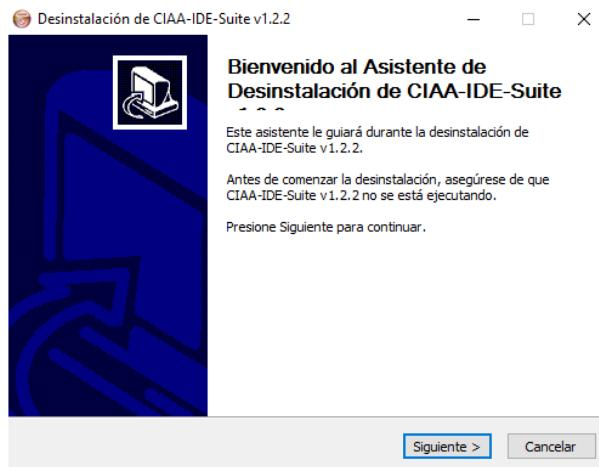

Figura 21: Desinstalación del programa.
- Luego se presenta la ventana de la Figura 21. Hacer click en *Siguiente*.